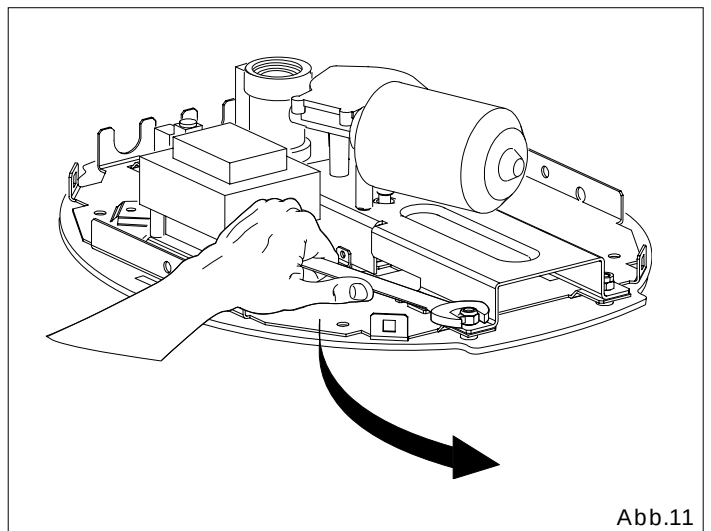

Abb.11
5.5 Das Gehäuse abnehmen, die Lampe abschrauben und mit einem geeigneten Schlüssel die Muttern entfernen, die den Motor mit dem Operator (Abb.11) verbinden.